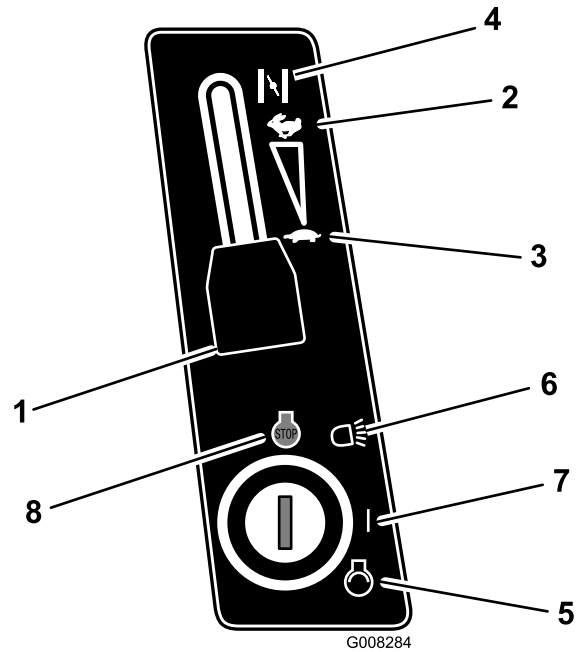

Bild 12
5. Stellen Sie den Gasbedienungshebel beim Anlassen eines kalten Motors auf Choke (Bild 12).
6. Stellen Sie den Gasbedienungshebel auf Langsam (Bild 12).
7. Drehen Sie den Zündschlüssel nach rechts und halten ihn auf Start (Bild 12). Lassen Sie den Schlüssel los, wenn der Motor anspringt.
8. Schieben Sie den Gasbedienungshebel, sobald der Motor angesprungen ist, langsam auf Schnell (Bild 12).
1. Stellen Sie dann den Gasbedienungshebel auf „Langsam“ (Bild 12).
2. Drehen Sie den Zündschlüssel auf „Aus“ (Bild 12).